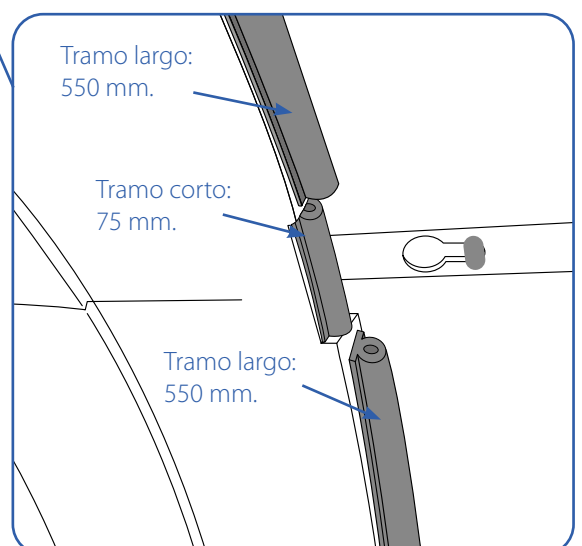

Fig. 11.25. Goma alrededor del cono.
- **Tramo corto: 75mm.** Puesto que en las uniones de cada octavo de cono hay unos rebajes, habrá que colocar unos trozos más pequeños en esas zonas. Dejar libres las dos del anclaje del poste de la válvula (Fig. 11.25).